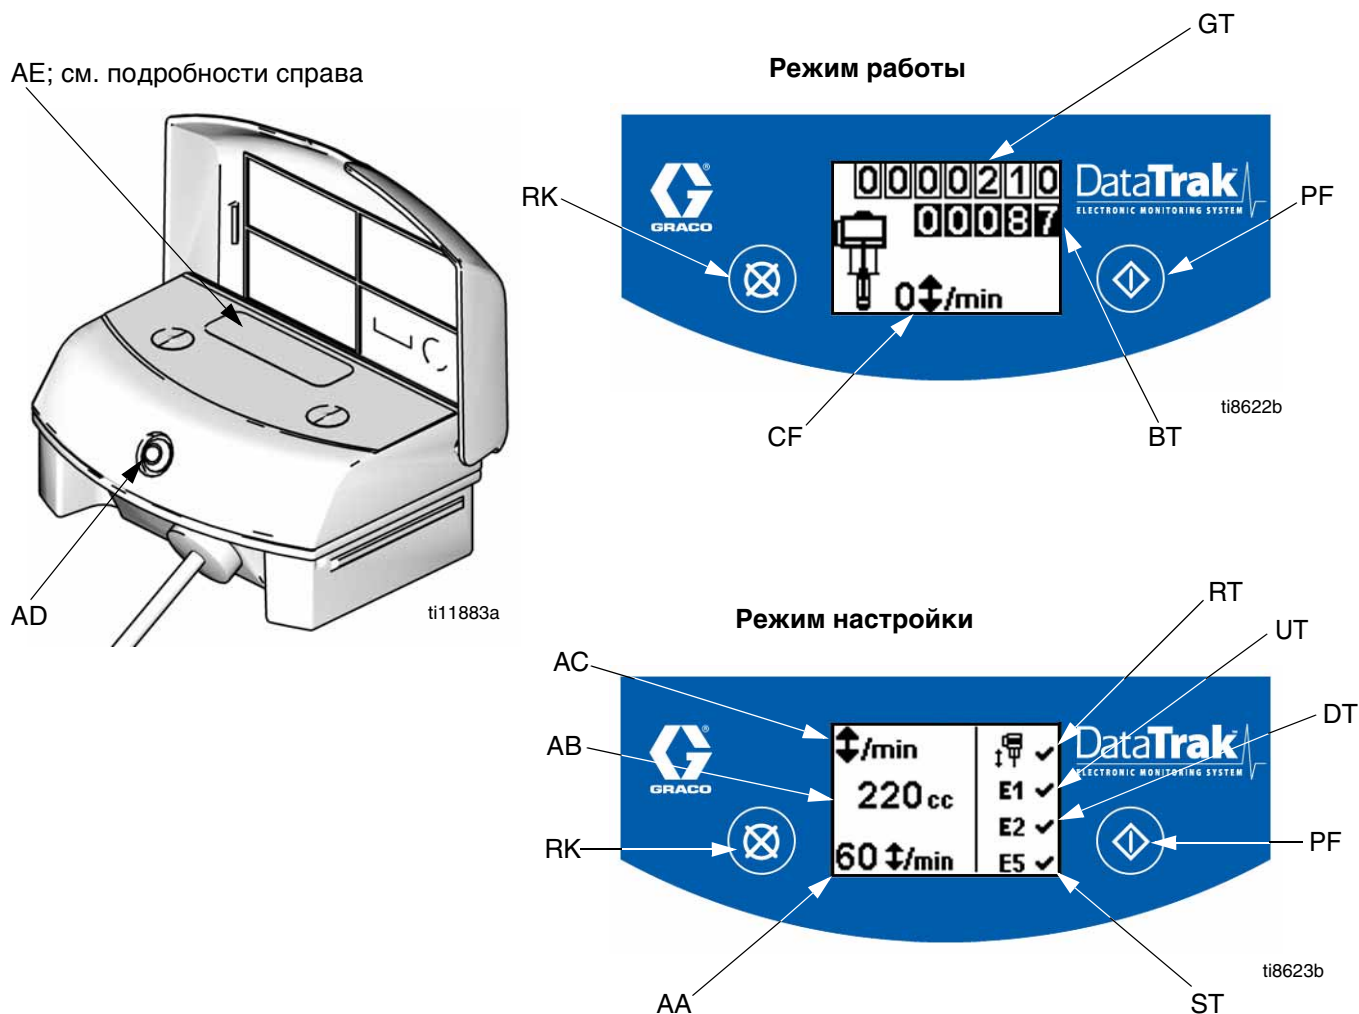

Рис. 8. Органы управления и индикаторы модуля DataTrak
Ключ к Рис. 8
1. Смотрите Рис. 8. Нажмите и удерживайте  в течение 5 секунд, пока не покажется меню Setup (Настройка).
ПРИМЕЧАНИЕ: Во время разгона, опции ошибки E1, E2 и E5 разрешены, и на дисплее настройки  появится знак. Смотрите Рис. 8.
1. Смотрите Рис. 8. Если разгон насоса происходит, соленоид разгона приводится в действие, останавливая насос. СВЕТОДИОД (AD) будет мигать, и дисплей (AE) укажет состояние разгона (см. Таблица 1). Дисплей будет циклировать по шести экранам с инструкциями.
5. Откройте главный воздушный клапан (E) для перезапуска насоса.
ПРИМЕЧАНИЕ: Для блокировки мониторинга разгона перейдите в режим настройки и установите значение разгона равным 0 (ноль) или переключите (RT) в положение off (Выкл.)  (см. Рис. 8).
1. Смотрите Рис. 8. Для ввода режима заливки/промывки нажмите любую кнопку для включения дисплея, а затем нажмите . На дисплее появится символ заливки/промывки и
Смотрите Рис. 8. Последний разряд счетчика-сумматора партий продукции (BT) представляет десятки галлонов или литров. Для обнуления счетчика-сумматора нажмите любую кнопку для включения дисплея, а затем нажмите и удерживайте  в течение 3 секунд.
Смотрите Рис. 8. Дисплей (AE) переключится через 1 минуту неактивности в режиме работы или через 3 минуты в режиме настройки. Нажмите любую кнопку для включения дисплея.
Модуль DataTrak может диагностировать некоторые проблемы с насосом. Если монитор обнаруживает проблему, то СВЕТОДИОД (AD, Рис. 8) будет мигать и на дисплее появится диагностический код. Смотрите Таблица 1.